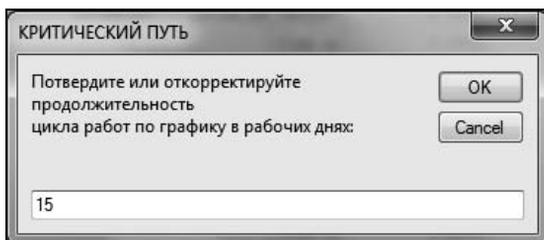

Рис. 11.4. Окно отображения и запроса длительности критического пути
5. Макрос в окне, приведенном на рис. 11.4, покажет имеющуюся длительность критического пути открытого файла (в данном случае это файл Ремонт13.mpp) в рабочих днях. Следует ввести в этом окне нужное значение (мы зададим 15) и нажать кнопку **OK**. Для отказа от продолжения работы с макросом надо нажать кнопку **Cancel**.